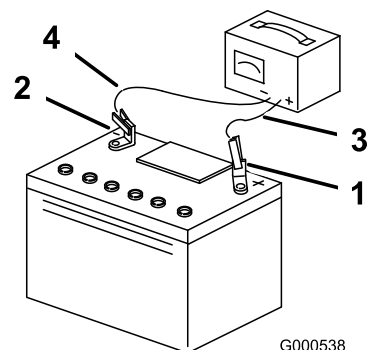

Figura 48
3. Cuando la batería esté completamente cargada, desconecte el cargador de la toma de electricidad, luego desconecte los cables del cargador de los bornes de la batería (Figura 48).